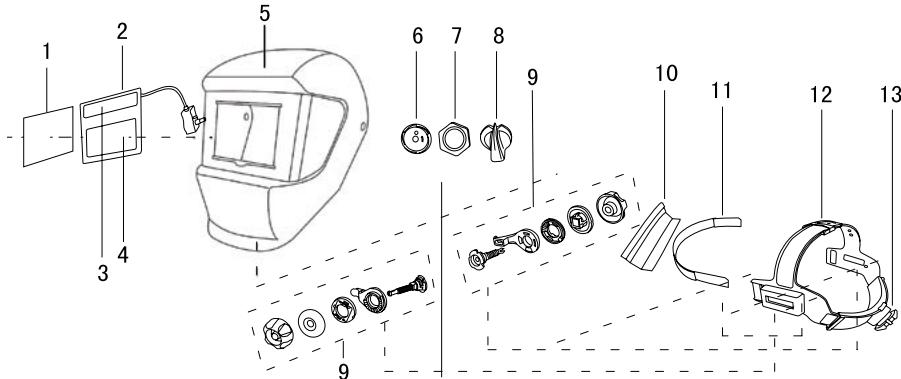

рис. 1
- INTERTOOL SP-0062/63/64 - используя таблицу 1, выберите уровень степени затемнения с помощью регулятора степени затемнения, расположенного на корпусе маски (см. «8» на рис. 1). Убедитесь, что выбранная степень затемнения подходит для данного вида работ;